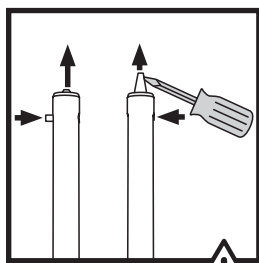

Fig. 10
- Lösen Sie die Fixierlasche vorsichtig, indem Sie den Kolben mit einem flachen Schraubendreher (nicht mitgeliefert) als Hebel nach vorne ausfahren. **(Abb. 10)**